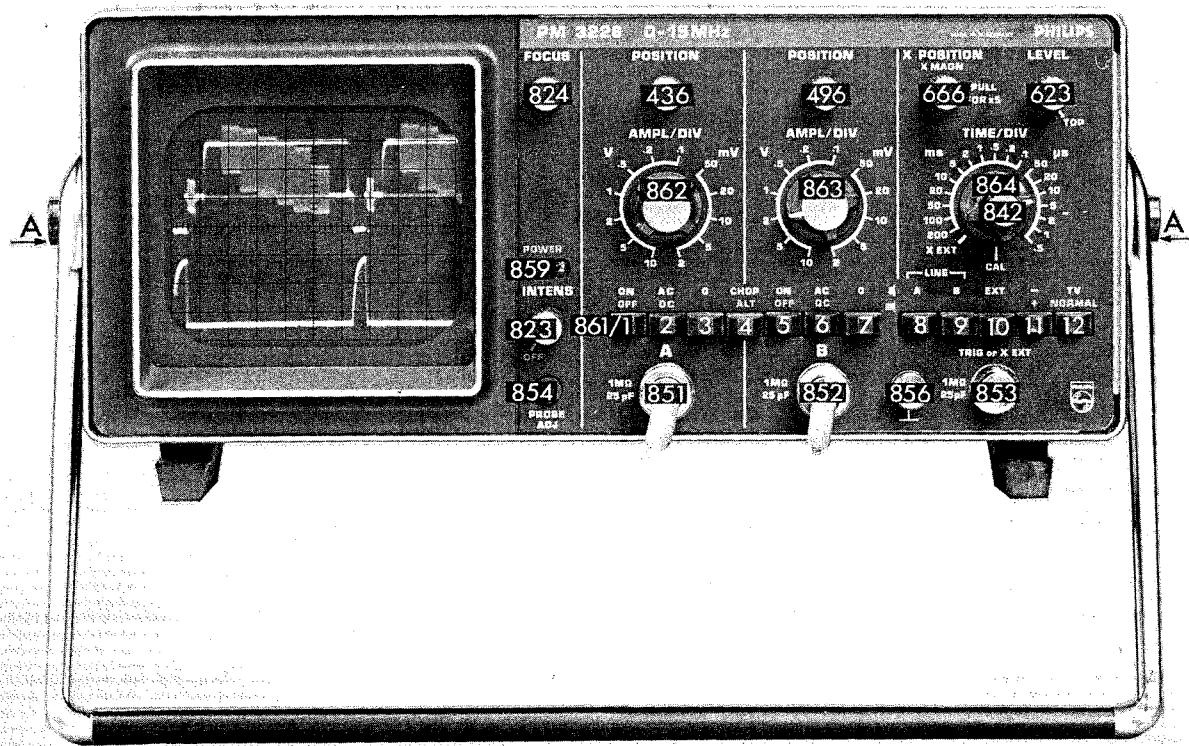

Fig. 2.2. Vue avant illustrant commandes et douilles
L'appareil doit être placé horizontalement ou incliné après avoir pivoté l'étrier-support. Pour dépose le poignée, enfoncez les deux boutons centraux de pivotement A (voir Fig. 2.2.).
2.1.6. Commandes et douilles (Fig. 2.2.)
- pivoter la poignée du couvercle avant. Pour ce faire, enfoncez les deux boutons A (voir Fig. 2.2.).